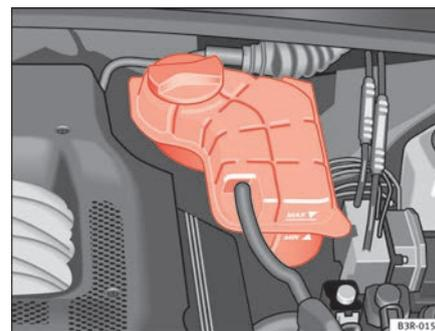

Fig. 175 Compartimento del motor: Depósito del líquido refrigerante
- Verifique el nivel del líquido refrigerante en el depósito de expansión del líquido refrigerante ⇒ fig. 175. Estando el motor frío, el nivel debe estar entre las marcas “min” y “max”. Con el motor caliente, el nivel también puede estar un poco por encima de la marca “max”.
- Ponga un paño sobre el tapón del depósito de expansión del líquido refrigerante ⇒ **página 239, fig. 175** y desenrósquelo **con cuidado** girando hacia la izquierda ⇒ .